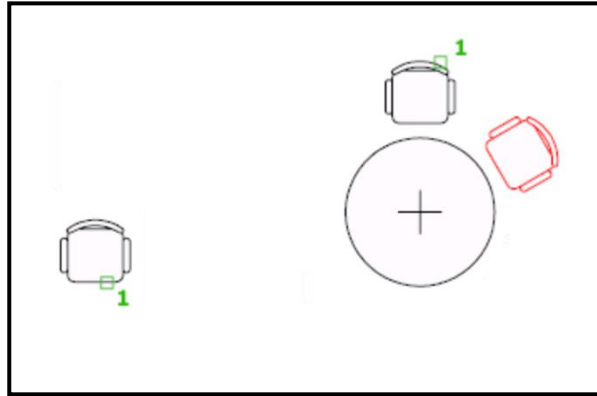

Рис. 15
6. Здійснити розмноження даного об'єкта, використовуючи прямокутний та круговий масиви (рис. 15).